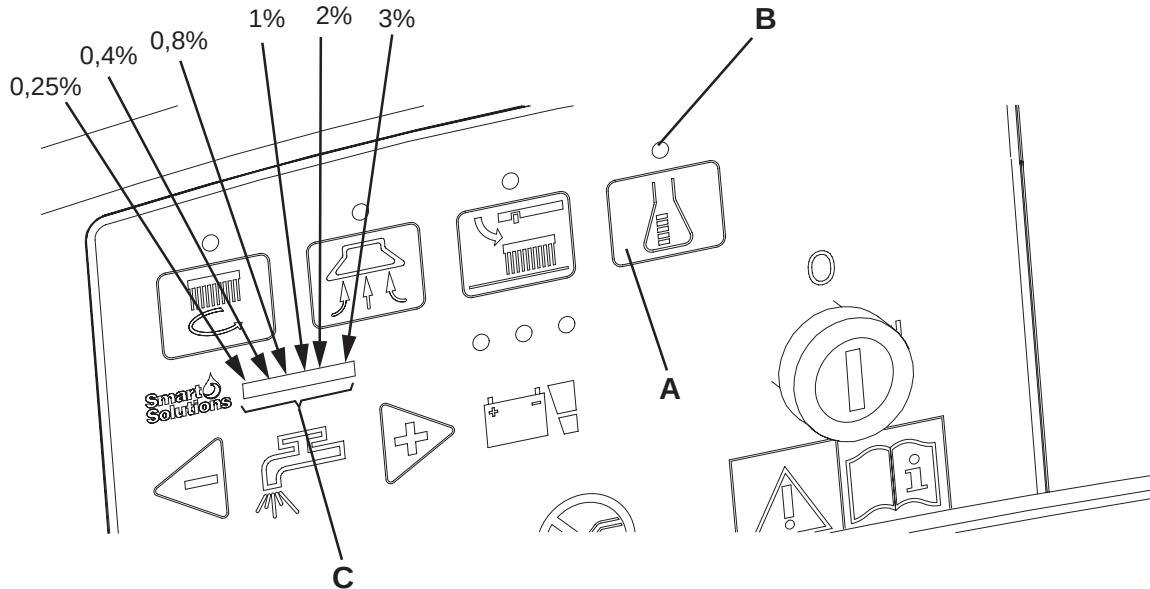

Figure 4
1. Désactiver le bouton-poussoir de réglage du flux (A, Fig. 4) [le témoin lumineux (B) doit être éteint].
2. Appuyer et maintenir appuyé le bouton-poussoir de réglage du flux (A). Dans les 3 premières secondes après l'activation du bouton-poussoir, la barre (C) s'allume pour indiquer le pourcentage, comme illustré dans la figure.
3. Désactiver le bouton-poussoir de réglage du flux (A, Fig. 4) [le témoin lumineux (B) doit être éteint].
4. Appuyer et maintenir appuyé le bouton-poussoir de réglage du flux (A) jusqu'à ce que le témoin lumineux (B) clignote.
5. Relâcher le bouton-poussoir (A). Appuyer à nouveau pour peu de temps sur le bouton-poussoir pour passer au pourcentage successif indiqué sur la barre (C) ; répéter la procédure jusqu'à rejoindre le pourcentage désiré.
6. Attendre jusqu'à ce que le témoin lumineux (B) arrête de clignoter et que la barre (C) indique à nouveau le flux de l'eau de lavage : le nouveau pourcentage est configuré.